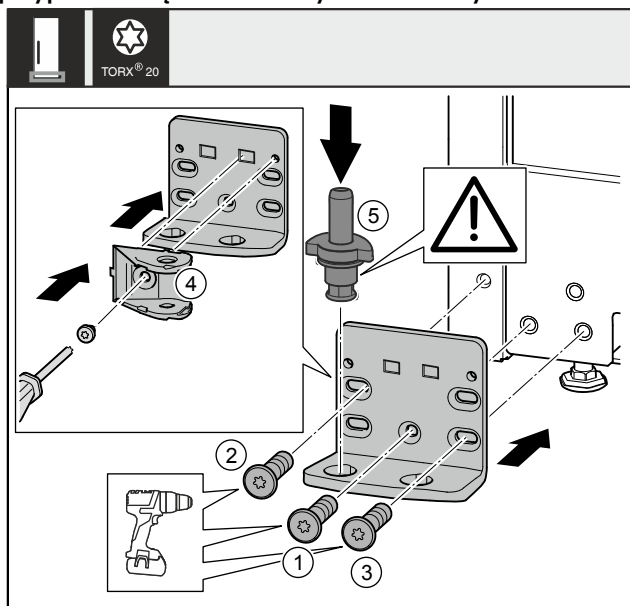

Fig. 36 \*
- ▶ Założyć płytkę zawiasu z drugiej strony i przykręcić śrubokrętem. Rozpocząć od śruby Fig. 36 (1) dolnej umieszczonej na środku.\*
- ▶ Dokręcić śrubę Fig. 36 (2) i śrubę Fig. 36 (3)\*
- ▶ Obrócić połączenie amortyzatora zamykania Fig. 36 (4) o 180°. Przykręcić z drugiej strony płytki zawiasu przy użyciu śrubokręta.\*
- ▶ Założyć cały trzpień zawiasu Fig. 36 (5). Zwrócić przy tym uwagę, by krzywka zatrzaskowa wskazywała do tyłu.\*